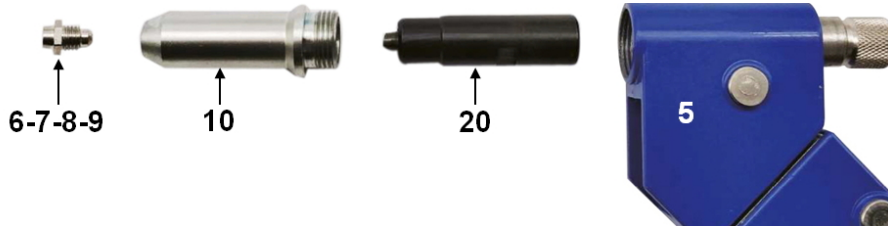

Abb. 1
1. Bauen Sie das Werkzeug wie in Abbildung 1 gezeigt zusammen. Stellen Sie sicher, dass das richtige Mundstück für den verwendeten Niet ausgewählt ist.